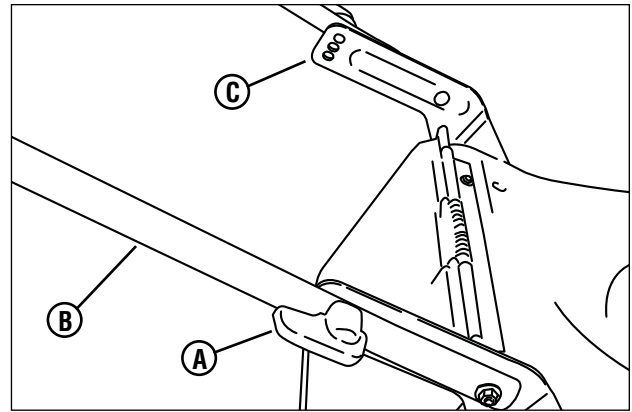

Figura 1: extensión de la manija inferior
3. Gire las perillas (**A, Figura 1**) de los lados de la manija inferior (**B**) para retraer los pasadores de sujeción. Levante la manija inferior, alineándola con uno de los tres juegos de agujeros de los soportes de manija (**C**). Gire las perillas para liberar los pasadores de sujeción y asegurar la manija inferior.